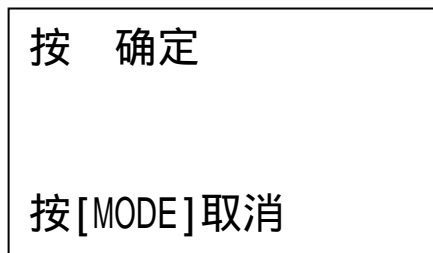

图 34
- e. 按  $\leftarrow$  键进入确认界面，此刻按  $\leftarrow$  键确认删除当前文件，按 **MODE** 键返回菜单状态。如图 34
- d. 用 **←** 或 **→** 键移动光标至恢复默认设置，按 **←** 键将进入图 34 确认界面，此刻按 **←** 键确认恢复默认设置，按 **MODE** 键返回菜单状态。